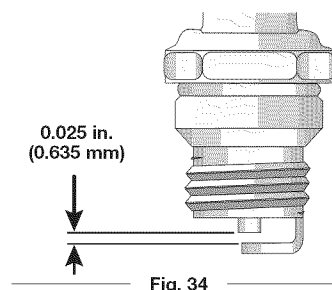

Fig. 34
4. Cambie las bujías que estén rajadas, sucias o deterioradas. Fije la separación de aire a 0.635 mm (0.025 pulgadas) utilizando un calibrador (Fig. 34).